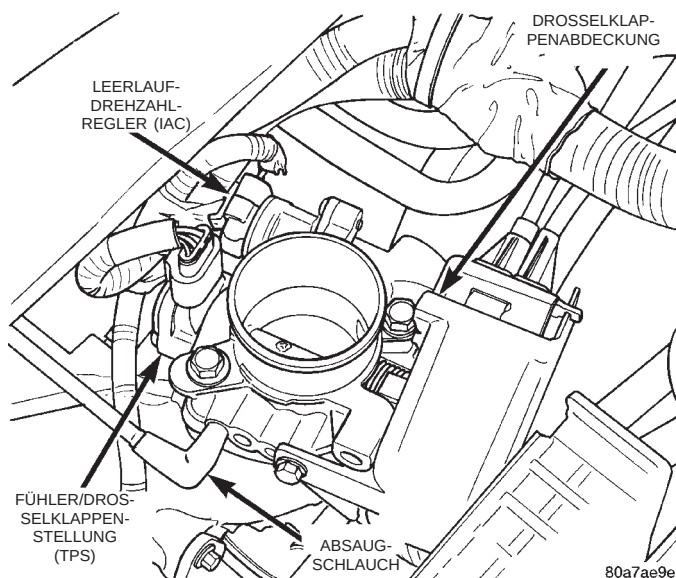
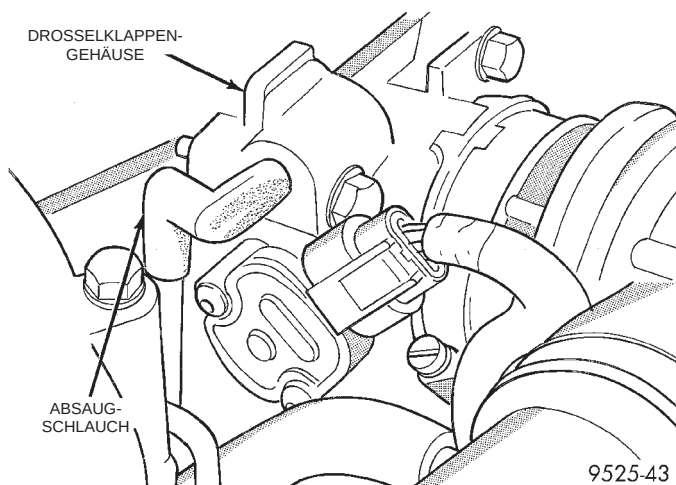

Abb. 60 Absaugschlauch—2.4L-Motor
Abb. 61 Absaugschlauch—2.5L-Motor
(1) Die Zündung ausschalten.
(2) Den Schlauch des Kurbelgehäuse-Zwangsentlüftungsventils (PCV) vom Anschlußnippel am Ansaugkrümmer abziehen. Den Unterdruck-Anschlußnippel des Kurbelgehäuse-Zwangsentlüftungsventils (PCV) mit einer Abdeckkappe verschließen.
(3) Den Absaugschlauch vom Anschlußnippel am Drosselklappengehäuse abziehen (Abb. 60) oder (Abb. 61).